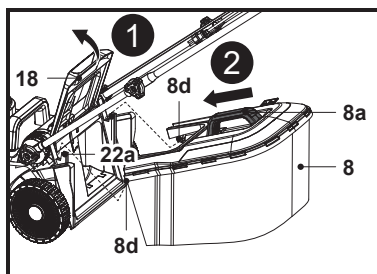

Fig. 7
- Ouvrir le déflecteur arrière (18) et le maintenir ouvert (Fig. 7, étape 1).
- Transporter le bac de ramassage (8) par sa poignée de transport (8a).
- Aligner les deux crochets du bac de ramassage (8d) sur les encoches (22a) et y accrocher le bac de ramassage (8) (Fig. 7, étape 2).
- Relâcher ensuite avec précaution le déflecteur arrière (18).